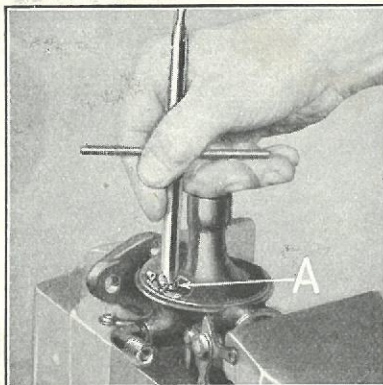

Fig. 432
- 880** Skru Ventil sædet ud (Fig. 432-A) af Blandingskammeret. Karburatoren er nu fuldstændig adskilt.
883 Indsæt Ventil sædepakning og Naaleventilsædet i Blandingskammeret (Fig. 432-A).